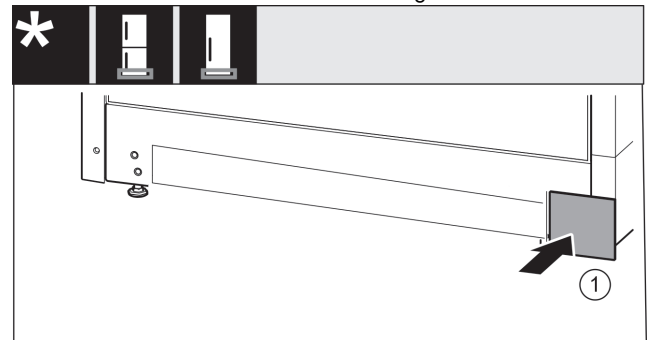

Fig. 23
- Abdeckung Fig. 23 (1) auf der anderen Seite wieder aufsetzen.